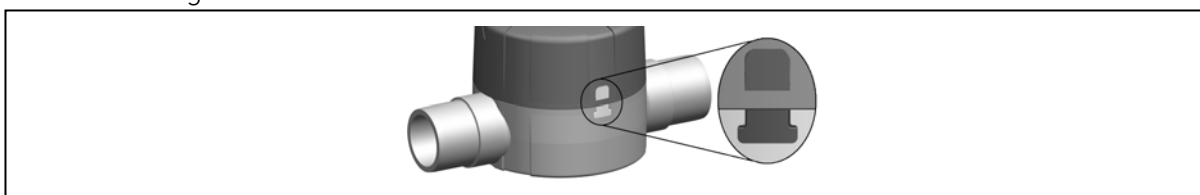

Fig. 26
- y que el indicador de posición semirredondo se alinee con el cierre por fricción, véase Fig. 26